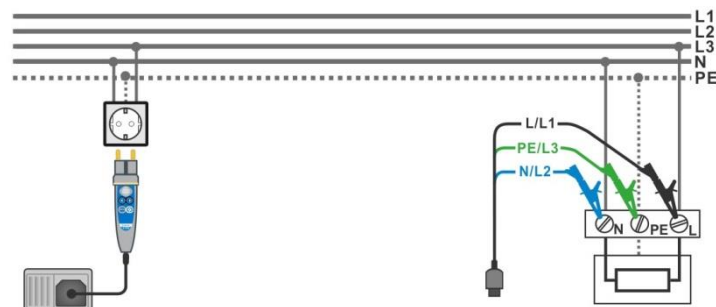

Abbildung 7.100: AUTO TN Messung
- Schließen Sie die Prüfleitungen oder den Commander Prüfstecker am Prüfling an, siehe **Abbildung 7.100**.